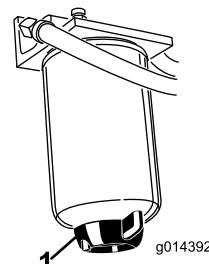

Figure 38
Vidangez chaque jour l'eau ou autres impuretés qui se trouvent dans le séparateur d'eau (Figure 38). Remplacez la cartouche du filtre toutes les 400 heures de fonctionnement.
2. Dévissez le bouchon de vidange en bas de la cartouche du filtre (Figure 38).